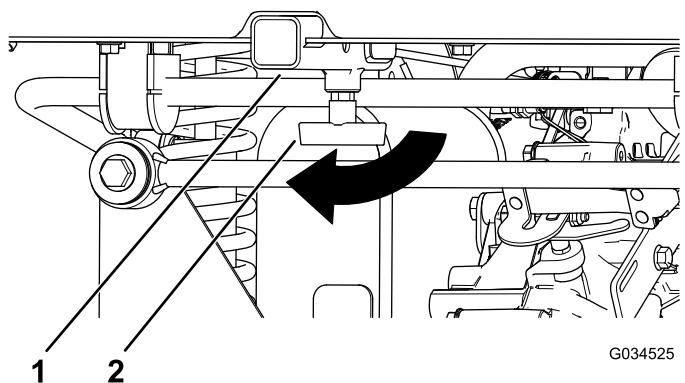

Figura 17
1. Afloje el asa en T girándola en sentido horario (Figura 17).
2. Inserte el accesorio en el receptor, hasta que llegue al final del mismo (Figura 17).